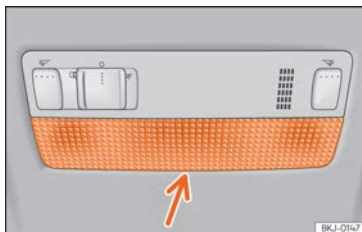

Abb. 61 Leseleuchte vorne.
- Das flache Ende eines dünnen Schraubendrehers zwischen Gehäuse und Glas einführen »» **Abb. 61**.